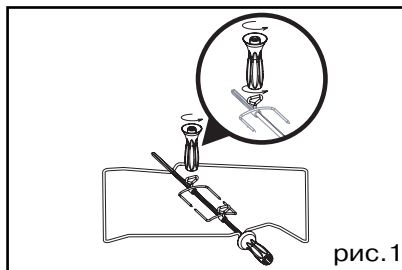

рис.1
- вставьте в вертел одну из регулируемых вилок и насадите продукт; вставьте вторую вилку; отцентрируйте и закрепите при помощи винта обе вилки (рис. 1).